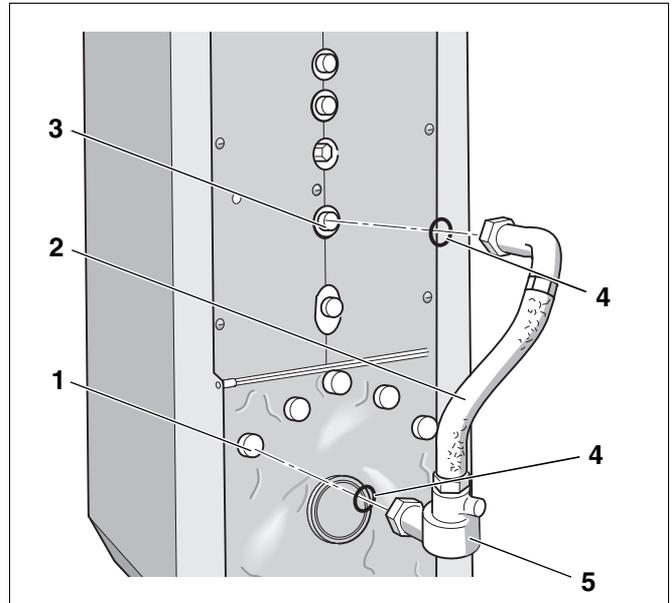

Abb. 25 Kessel-Speicher-Verbindungsleitung bei Heizkessel am Anschluss RK und RS montieren
- Dichtungen (Abb. 25, **Pos. 4**) in die Anschlüsse der Kessel-Speicher-Verbindungsleitung (Abb. 25, **Pos. 2**) einlegen.
- Kessel-Speicher-Verbindungsleitung (Abb. 25, **Pos. 2**) am Rücklaufanschluss des Speicher-Wassererwärmers (Abb. 25, **Pos. 3**) montieren.
- Kessel-Speicher-Verbindungsleitung (Abb. 25, **Pos. 2**) mit seinem Eckrückschlagventil (Abb. 25, **Pos. 5**) am Rücklaufanschluss des Heizkessels (Abb. 25, **Pos. 1**) montieren.